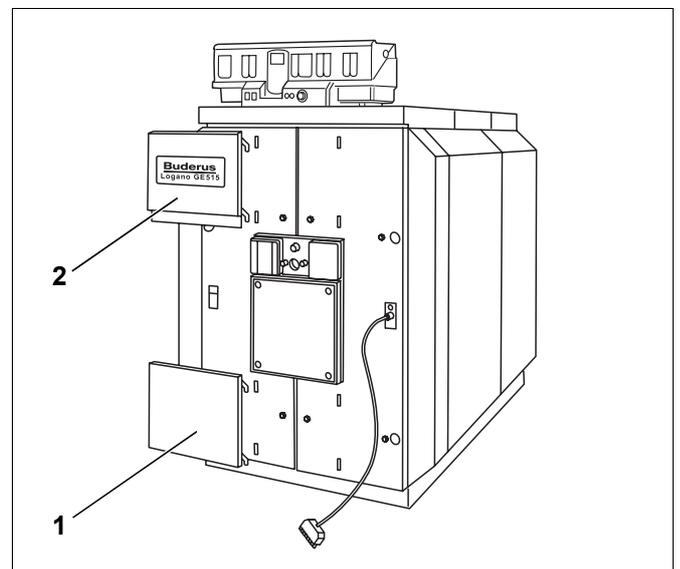

Bild 58 Brennerverblenden einhängen
- ▶ Brennerverblenden in die Brennerverkleidung einhängen (Bild 58, **Pos. 1 und 2**).